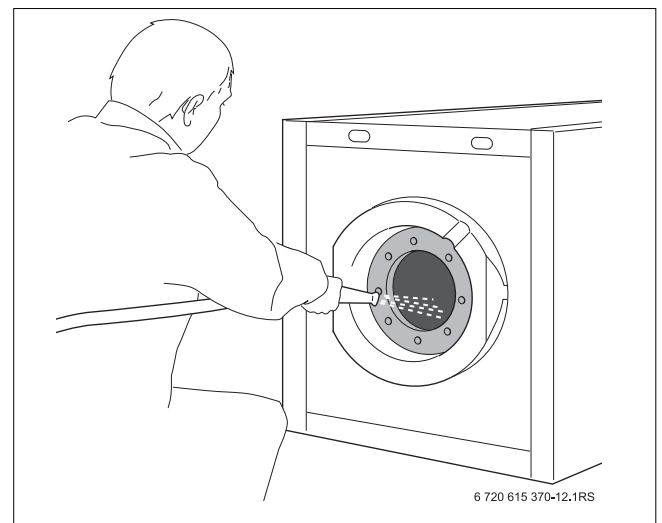

Fig. 14 Limpiar el acumulador de agua caliente
- ▶ Limpiar el acumulador de agua caliente (→ fig. 14).